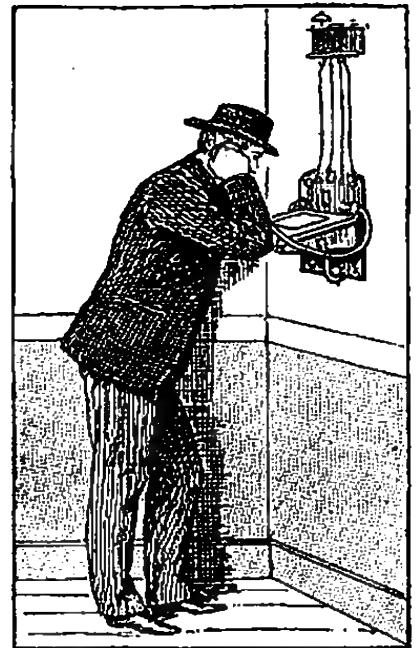

Fig. 568. — Poste de téléphone.
9. Téléphone. — Le *téléphone* (fig. 568) permet de transmettre la parole à de grandes distances. Il en existe de nombreux systèmes. Dans le système *Ader*, le plus employé en France, à chacune des extrémités d'un fil se trouvent un *transmetteur* et deux *récepteurs*.